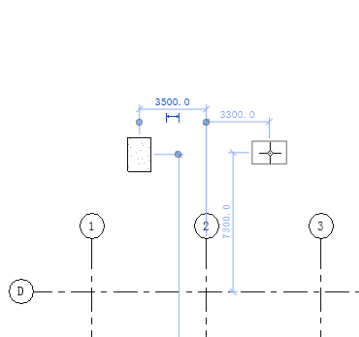

图 10-18 更改方向
- (4) 按空格键可以更改独立基础的方向，如图 10-18 所示，单击放置自由独立基础。